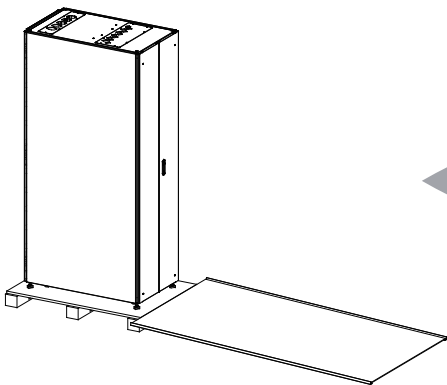

图 2-5
5. 利用包材斜坡板，前后至少各一人协作将箱体小心推至地面（图 2-5）。